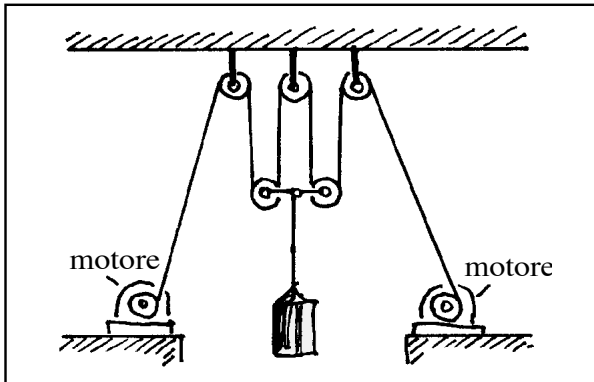

Fig. 7.14. Per l'esercizio 3
3. La fig. 7.14 mostra come sollevare un carico con l'aiuto di due motori. Il carico ha una massa di 200 kg. Il motore a sinistra avvolge la corda T_{sin} in modo che abbia una velocità di 0,2 m/s. Il motore a destra avvolge la corda T_{des} in modo che abbia una velocità di 0,4 m/s. Che intensità hanno le correnti di quantità di moto in T_{sin} e T_{des} ? Qual è l'intensità della corrente di energia nelle due corde?